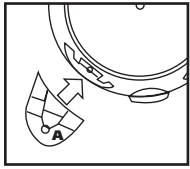

FIGURE 8
7. Tandis que le drain vous fait face, prenez la patte à roulette marquée de la lettre **A** et placez-la dans la fente du côté gauche du réservoir également marquée par la lettre **A**. **FIGURE 8.**